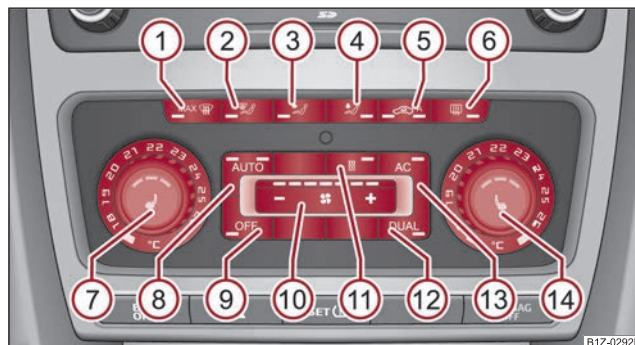

Fig. 140 Climatronic: Elementele de comandă
- Apăsați tasta **AUTO** ⇒ pagina 114, fig. 140.
- Apăsați tasta  ⇒ pagina 114, fig. 140. Lampa de control din tastă se va aprinde.
Când parbrizul s-a aburit, apăsați tasta  ① ⇒ pagina 114, fig. 140. După ce parbrizul s-a dezaburit, apăsați tasta **AUTO**. ■
- Când parbrizul s-a aburit, apăsați tasta  ① ⇒ pagina 114, fig. 140. După ce parbrizul s-a dezaburit, apăsați tasta .
- Apăsați tasta  ⇒ pagina 114, fig. 140.